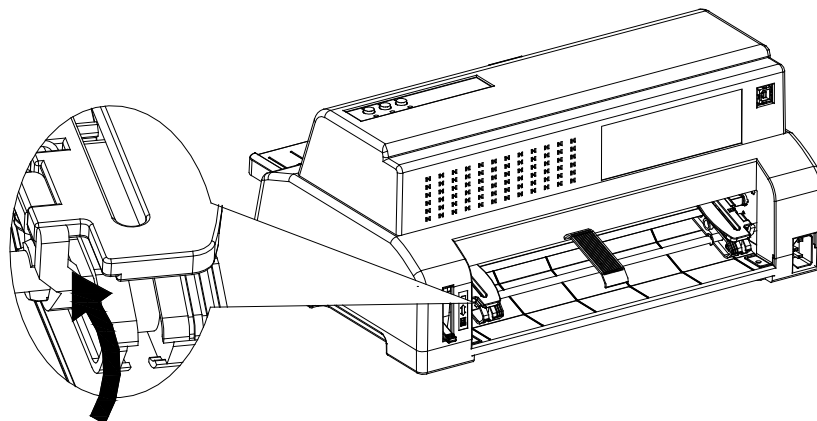

图 3-9 调整拖纸器链轮
4. 将右拖纸器链轮移至右边适当位置。按下右链轮旋钮以锁定右拖纸器链轮。将左拖纸器链轮移至适当位置，但不要锁定。如图 3-9 所示。